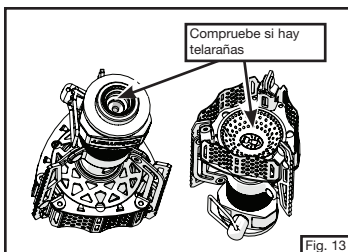

Fig. 13
3. Si su hornillo quema con una llama humeante de color amarillo, retire el quemador y compruebe si hay telarañas en el quemador y en el tubo de aire (Fig. 13).